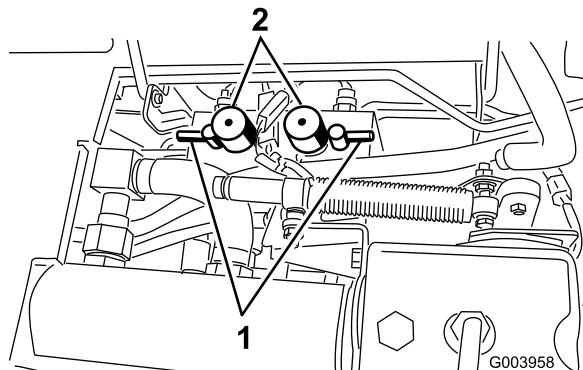

Figura 83
5. Impostate entrambi i regolatori della velocità in posizione 1 (Figura 83).
6. Selezionate le leve di lappatura anteriore, posteriore o entrambe per stabilire gli elementi da lappare (Figura 83).